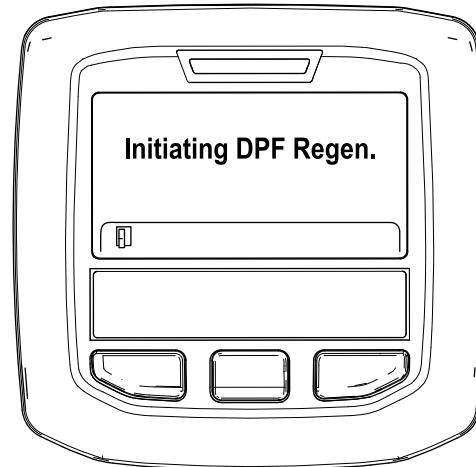

Bild 44
- Die Meldung „Initiating DPF Regen.“ wird angezeigt (Bild 44).